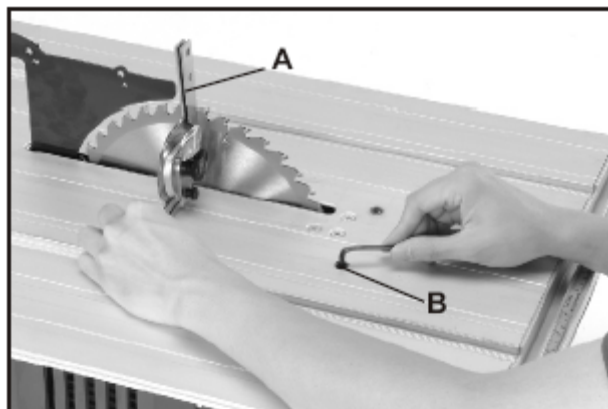

Fig 17.
4. Placez une équerre (A de la Fig. 17) sur la table, avec un de ses côtés contre la lame, conformément à l'illustration, et vérifiez si cette dernière est à 90 degrés par rapport à la table. Si tel n'est pas le cas, desserrez la vis (B) de quelques tours et tournez le mécanisme d'inclinaison de manière à ce que la lame soit à 90 degrés par rapport à la table. Puis resserrez la poignée de blocage d'inclinaison de la lame et resserrez la vis (B) jusqu'en butée.